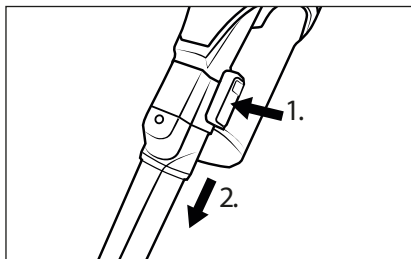

Fig. 15
- ◆ Pentru îndepărtarea accesoriului, apăsați și mențineți apăsată tasta de deblocare de pe accesoriu, apoi trageți accesoriul de pe țeava de aspirare ②④ sau de pe orificiul de aspirație al aparatului (a se vedea fig. 15).